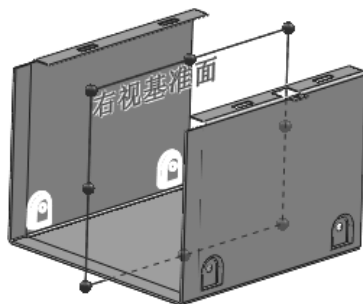

图 10-192 镜像成型工具
18) 镜像成型工具。单击“特征”控制面板中的（镜像）按钮，或选择“插入”→“阵列/镜像”→“镜像”菜单命令，弹出“镜像”属性管理器，在“镜像面/基准面”列表框中单击鼠标，在 FeatureManager 设计树中单击“右视基准面”作为镜像面，单击“要镜像的特征”列表框，在 FeatureManager 设计树中单击“硬盘成型工具 1”和“阵列（线性）1”作为要镜像的特征，其他设置默认，如图 10-192 所示。单击（确定）按钮，完成对成型工具的镜像。